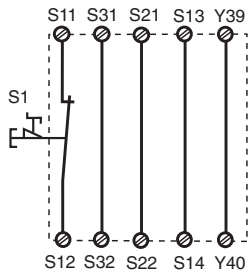
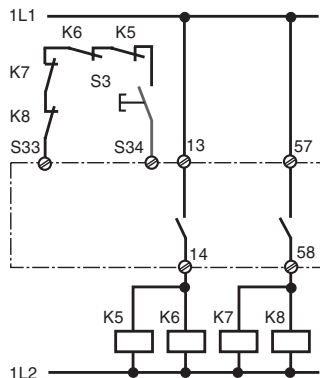

Fig. 2: Eingangskreis einkanalig, automat. Start/Single-channel input circuit, automatic reset/Commande par 1 canal, validation automatique
Fig. 11: wie Fig. 10 mit überwachtem Start/connection for contactors/relays and monitored reset/comme Fig. 10 avec surveillance du poussoir de validation
In Fig. 2 ... Fig. 11 sind Anschlussbeispiele für NOT-AUS-Beschaltung mit automatischem und überwachtem Start, Schutztüransteuerungen sowie Kontaktvervielfachung durch externe Schütze dargestellt.
- Fig. 2 und 7: **keine** Verbindung S33-S34
In Fig. 2 ... Fig. 11 are connection examples for Emergency Stop wiring with automatic and monitored reset. Safety gate controls as well as contact expansion via external contactors.
- Fig. 2 and 7: S33-S34 **not** connected
Les figures 2 à 11 représentent les différents câblages possibles du PNOZ XV3.1P à savoir: poussoir AU avec réarmement automatique ou auto-côntrolé, interrupteurs de position et augmentation du nombre des contacts de sécurité par contacteurs externes.
- Fig. 2 et 7: **pas** de câblage sur S33-S34